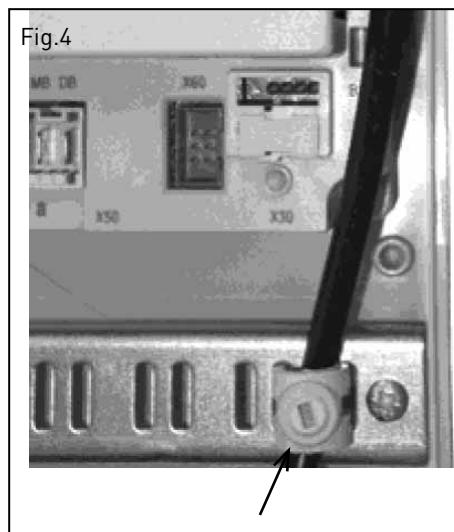

Fig.4
- Nous recommandons d'installer une goulotte (fig.3a) (qui après l'installation couvrira tous les guide-câbles) près des guide-câbles du corps. Profondeur optimale de la goulotte à câbles = 60 mm Avant l'installation de la goulotte, il faut la percer au niveau des guide-câbles pour faciliter l'introduction des câbles, bloquer ces derniers à l'aide des presse-étoupes (fig.4).